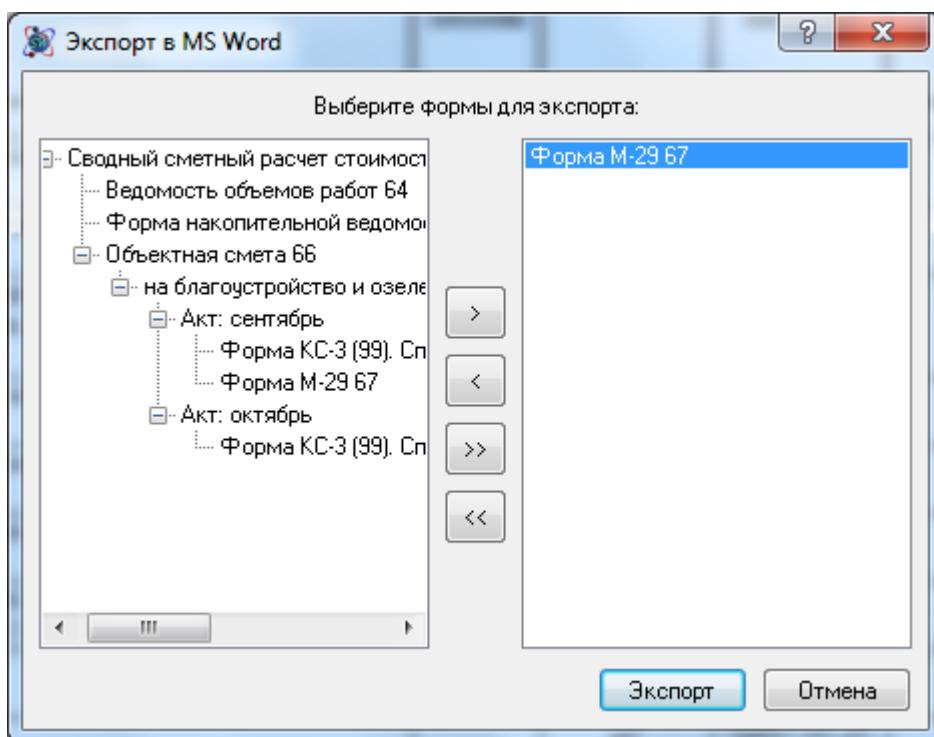

Рис. 7.1 Диалоговое окно экспорта файла SmetaWIZARD в формат RTF
3. В открывшемся диалоговом окне *Экспорт RTF* (рис. 7.1) выбрать формы, которые необходимо экспортировать. Для выбора форм необходимо двойным щелчком или с помощью кнопки добавить их из левой панели на правую и нажать на кнопку **Экспорт**.